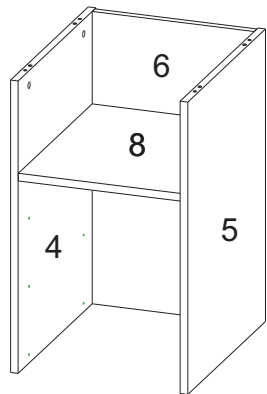

Рис.6
- Соедините детали 6, 8 с деталями 4, 5 и затяните эксцентрики по часовой стрелке до упора. (рис.6)